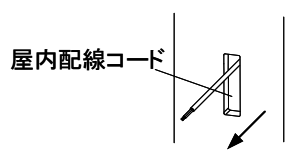

図12-13
③屋内配線コードをコンセント取付部の開口から引き出してください(図12-13)
④中台キャビネットの背板上方の壁面取付け用下穴よりネジ